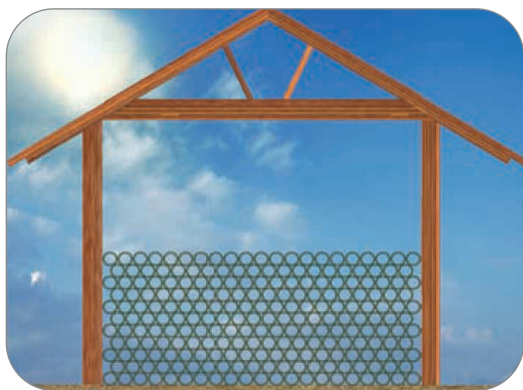

Figura 02
- Para evitar desbordes se deberá colocar 3 soportes laterales a lo largo de la tubería (Figura 02). Caso contrario se debe apilar sobre paredes laterales.